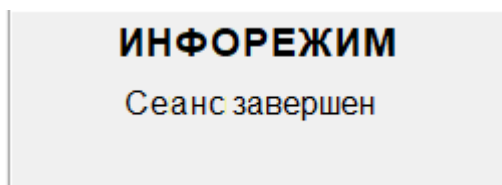

Рисунок 1.1.1
1.1.1 После включения системного блока загрузка пользовательского интерфейса АРМ ШН происходит в автоматическом режиме. По завершению процесса загрузки в поле индикации сеанса на панели управления отображаются надписи: «ИНФОРЕЖИМ» и «Сеанс завершен» (рисунок 1.1.1).